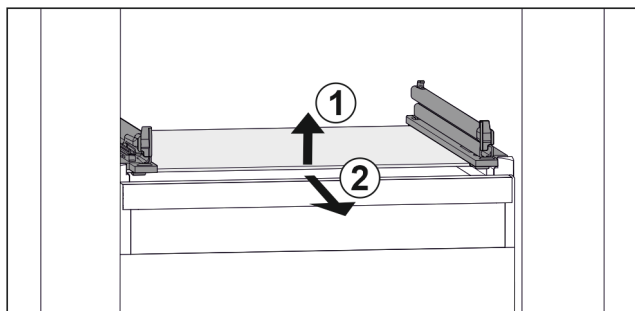

Fig. 166 Klaasplaadi näitlik kujutis
- ▶ Tõstke klaasplaat eest üles. Fig. 166 (1)
- ▶ Võtke klaasplaat ettepoole välja. Fig. 166 (2)